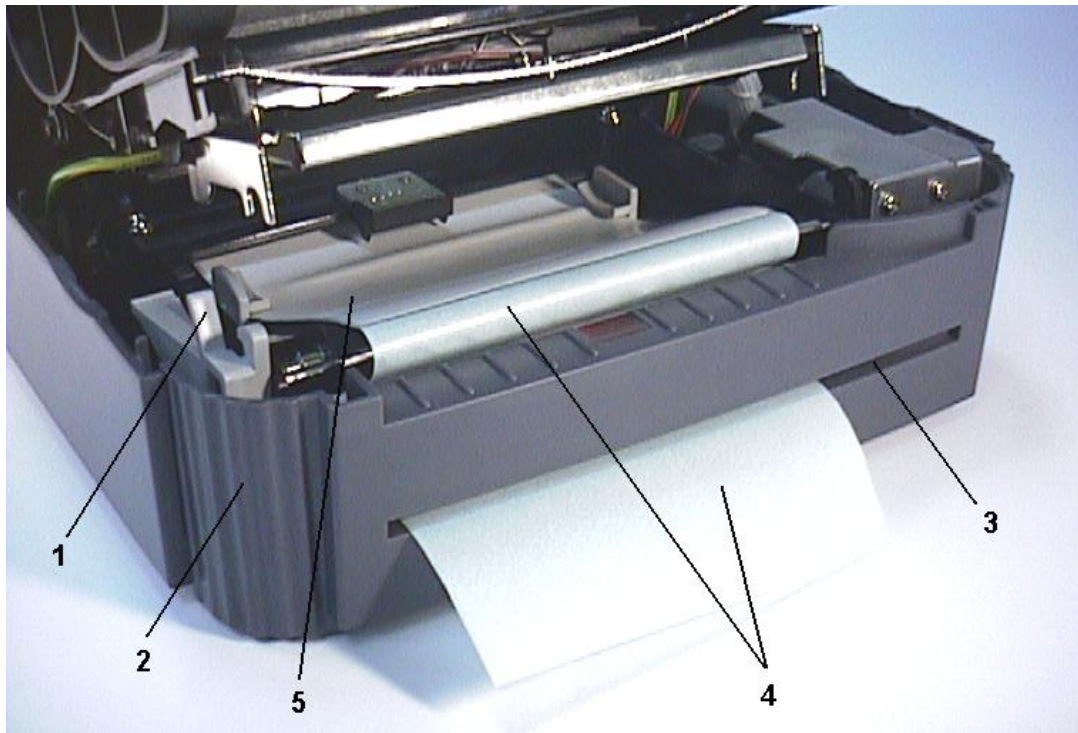

Figura 8. Impresora lista para la función “auto-separación”
3. Alimente el papel respaldo por la abertura de papel respaldo del panel frontal, tal y como se muestra en la Figura 8.